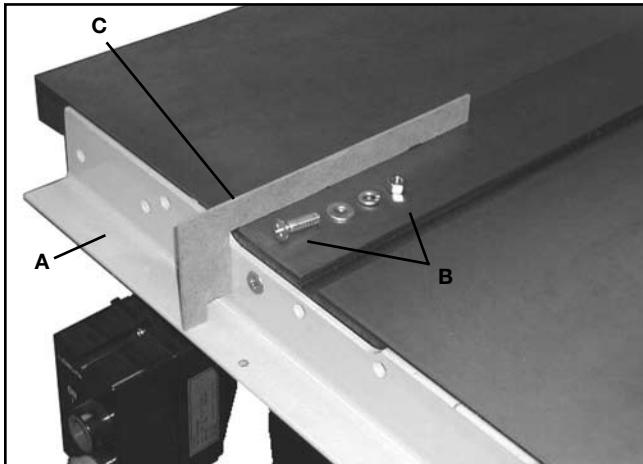

FIG. 5
1. Fije el riel frontal (A) Fig. 5 al borde frontal del banco de la sierra con los dos tornillos largos Phillips de cabeza plana de 5/16-18 x 32 mm (1 1/4"), la arandela plana, la arandela de bloqueo de 9,5 mm (3/8") y la tuerca hexagonal de 5/16-18" (B) proporcionados. Los tornillos se colocan en los dos orificios avellanados grandes del riel frontal y en los dos orificios de la parte frontal del banco de la sierra, y se ajustan con la arandela plana, la arandela de bloqueo y la tuerca hexagonal. IMPORTANTE: Por el momento, no ajuste la tornillería de montaje del riel frontal.
2. Con la plantilla (C) Figs. 5 y 7, controle y ajuste el riel frontal de ambos lados de la hoja de la sierra como se muestra, para asegurarse de que el riel quede paralelo a la superficie del banco. La parte horizontal del riel debe estar a 72 mm (2 27/32") debajo de la parte superior de la superficie del banco. **Ajuste la tornillería de montaje del riel frontal cuando esté seguro de que el riel está a la profundidad apropiada.**